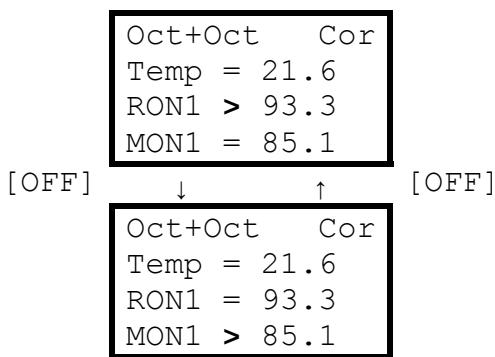

Рис. 4. Выбор параметра для коррекции
3.6.3. С помощью кнопки [OFF] выбрать параметр, подлежащий коррекции (RON или MON для бензинов, Set или TFr для дизельных топлив). При этом знак «=>» напротив соответствующего параметра меняется на один из знаков коррекции «>», «<», «+», «—» или «Z». Пример показаний индикатора при выполнении этих операций представлен на рис. 4, в данном случае для коррекции выбран четвертый режим октанометра.